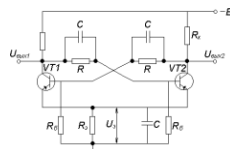

Рис. 1.20
20. По какой цепи происходит заряд конденсатора C (рис.1.20)? Начертить временную диаграмму $U_{k1}(t)$.